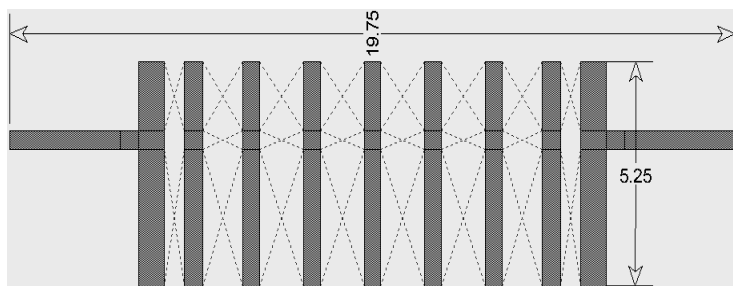

Рис. 3.72
Выберите в меню команду **Edit>Snap Together** или щёлкните по значку **Snap Together** на панели инструментов. Исправленная топология показана на рис. 3.72.
4. Выберите в меню команду **Dimension Line**. Установите курсор мышки на верхний левый угол входного проводника, нажмите кнопку мышки и, не отпуская кнопки, переместите курсор на верхний правый угол выходного проводника и отпустите кнопку, установите размер длины топологии удобным для наблюдения и щёлкните левой кнопкой мышки (рис. 3.72). Аналогично установите размер ширины топологии. Исходя их полученных размеров, выберем размер платы 19.75×7 .